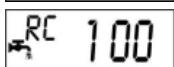

Fig.1
- Fig. 1: started riserva, rimane 100 litri.